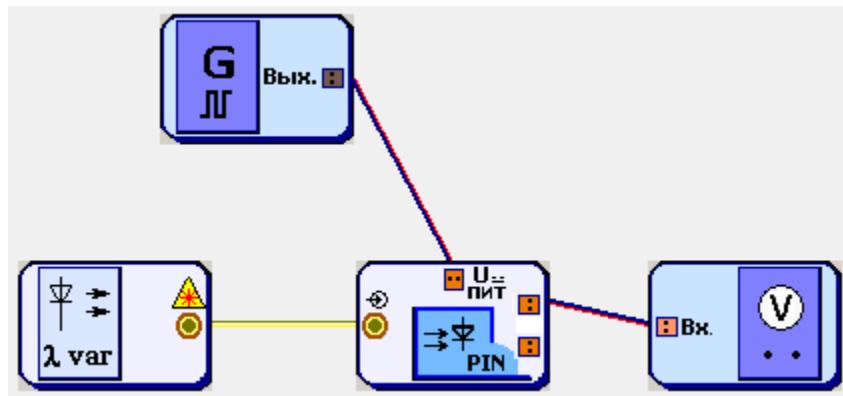

Рис. 7.12. Схема исследования ВАХ ФД.
Схема исследования представлена на рис. 7.12.
- Соберите схему, показанную на рис. 7.12.